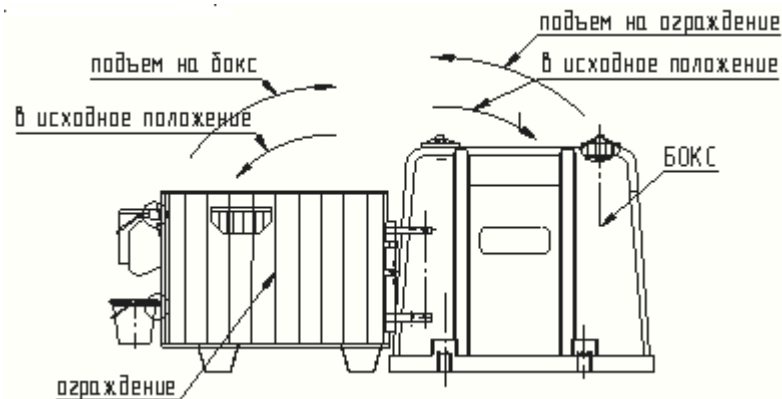
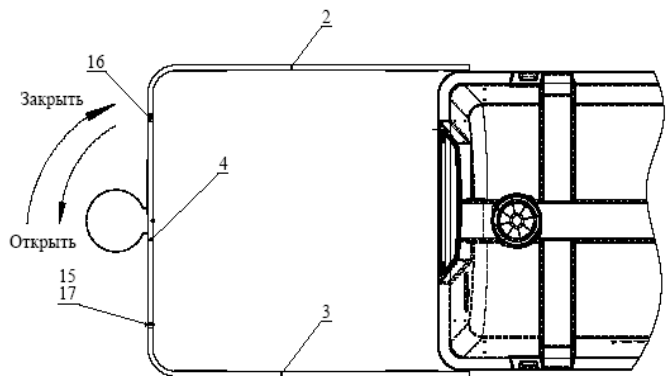

Рис.2 Манипуляции с ограждением и боксом при проведении санитарно-профилактических работ при уборке бокса
Рис.3 Схема открытия и закрытия передней стенки ограждения бокса.
16 - Штырь (рис.3)
2. Переднюю стенку ограждения бокса (4) крепить с помощью штыря (16) (рис.3) продев через завесы расположенные с боков передней стенки и передней части боковины с одной стороны, и осями (15) с другой стороны. Оси зашплинтовать шплинтами(17).
Ограждение бокса имеет свойство опрокидываться (подниматься за счет шарнирного соединения бокса и ограждения) для проведения профилактических и санитарных работ в процессе эксплуатации бокса (очистка отходов жизнедеятельности телят, санобработка бокса). Для очистки помещения внутри бокса корпус (1) опрокидывается на ограждение бокса и производятся профилактические работы внутри бокса (Рис.2). Передняя часть ограждения(4) имеет функцию двери , для чего необходимо вынуть штырь (16) со стороны опорной ножки и открыть ее для проведения необходимых работ (частичная уборка, постановка телят в бокс или вывод из бокса, при проведении профилактических работ) (Рис.3).